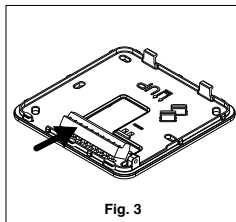

Fig. 3
- Enlever les connecteurs du boîtier de commande en faisant pression comme le montre la figure 3 ; préparer les connexions électriques entre ces derniers et le tableau électrique du ventilo-convecteur en suivant le schéma électrique de la fig. 10 et avec les connecteurs de commande non enclenchés. Pour le branchement spécifique entre la commande et le ventilo-convecteur, se reporter au schéma présent sur l'unité.